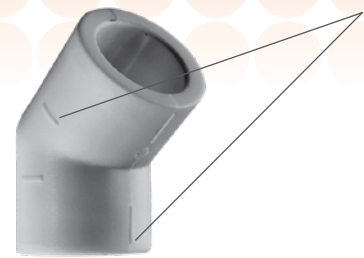

Рисунок 1
- **Специальные метки на поверхности фитингов (патент № 92932) упрощают процесс монтажа** (рис. 1).